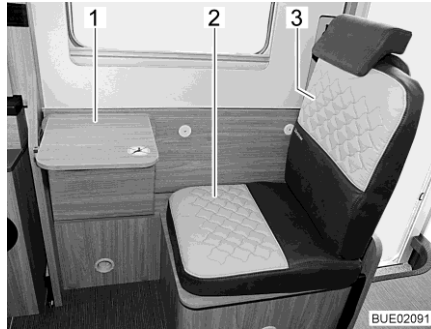
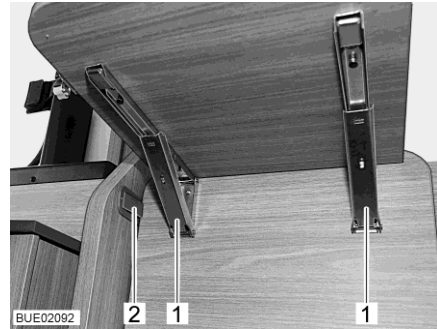

Bild 28 Zusätzlicher Sitz mit Klapp-tisch
Bild 29 Rasten am Klapp-tisch
- Das beiliegende Sitzpolster (Bild 28,2) und das Rückenpolster (Bild 28,3) anbringen.
- Vorderen Teil der Längssitzbank nach oben schwenken, bis er an der Kunststofffraste (Bild 29,2) einrastet.
- Tischplatte nach unten klappen: Beide Rasten (Bild 29,1) entriegeln und Tischplatte (Bild 28,1) nach unten schwenken.